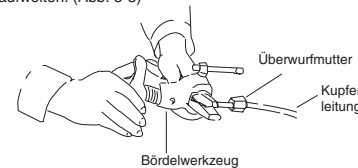

Abb. 5-3
- (3) Die Überwurfmutter von der Einheit abnehmen und an der Kupferleitung anbringen.
- (4) Das Ende der Kupferleitung mit einem Bördelwerkzeug aufweiten. (Abb. 5-3)